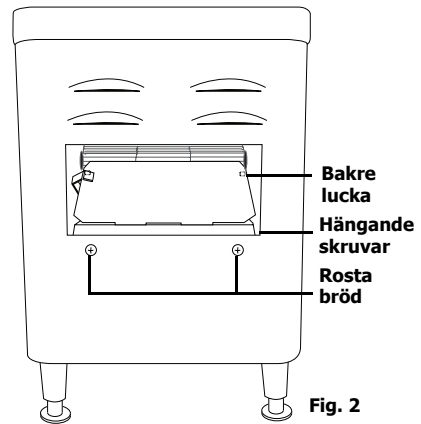

Fig. 2
2. Fäst den inuti apparaten genom att vila den böjda flänsen på luckan på de två stiften vid bandets ände [Fig. 2].